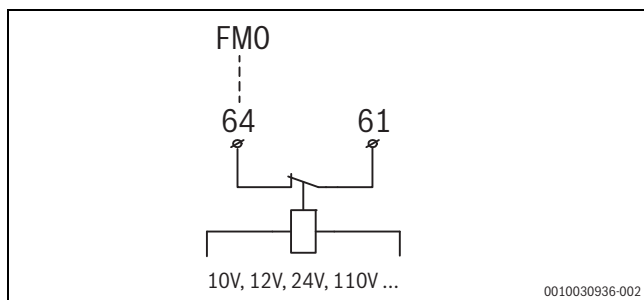

Fig. 34 Collegamento per generatore di calore supplementare esterno senza uscita di allarme 230 V
- collegare il segnale di allarme come indicato in fig. 34 al morsetto per collegamento **FMO** del modulo di installazione.